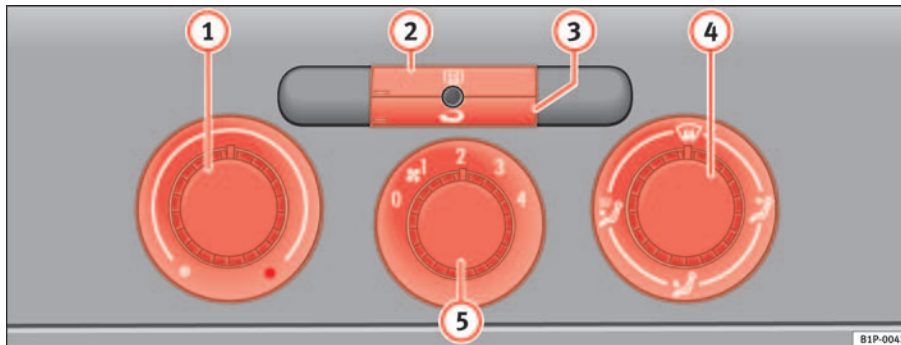

Abb. 106 In der Instrumententafel: Bedienelemente der Heizung
- Mit den Reglern ⇒ Abb. 106 ① und ④ und mit dem Schalter ⑤ stellen Sie die Temperatur, die Luftverteilung und die Gebläsestufe ein.
- Drücken Sie die jeweilige Taste ② bzw. ③, um eine Funktion ein- oder auszuschalten. Bei einer eingeschalteten Funktion leuchtet das Fenster unten links an der Taste auf.